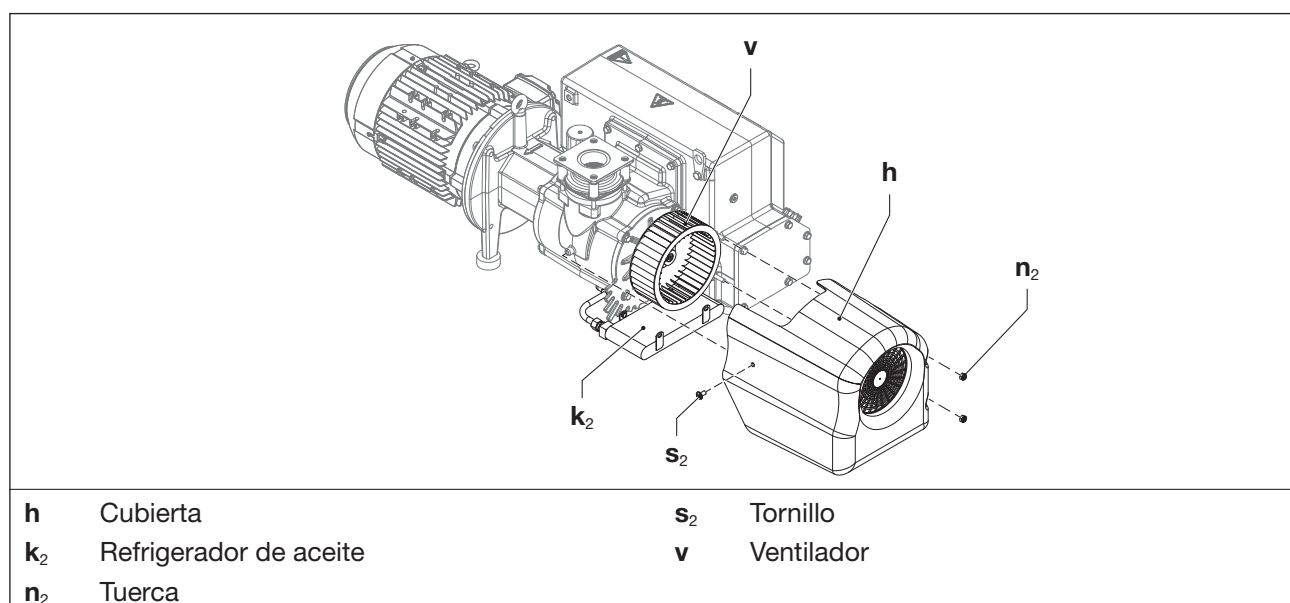

Fig. 9 Refrigerador de aceite
- Aflojar un tornillo (Fig. 9/s₂) y dos tuercas (Fig. 9/n₂) en la cubierta.
- Retirar la cubierta (Fig. 9/h) de la bomba.
- Purgar con aire el refrigerador de aceite (Fig. 9/k₂) y limpiarlo por fuera (pasar un paño húmedo).
- Limpiar/purgar el ventilador (Fig. 9/v) y comprobar si hay daños. Solo se puede utilizar la máquina con un ventilador en estado técnico impecable.
- Limpiar o purgar las rejillas de ventilación de la cubierta (Fig. 9/h).
- Volver a colocar la cubierta sobre la bomba y fijarla mediante el tornillo (Fig. 9/s₂) y las tuercas (Fig. 9/n₂). Par de apriete: 5 Nm